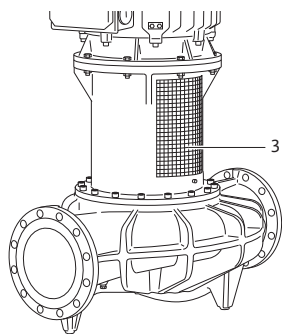

Fig. 48: Chapa de protección del acoplamiento montada
- **Utilice la bomba únicamente con chapas de protección del acoplamiento montadas (Fig. 48, pos. 3).**